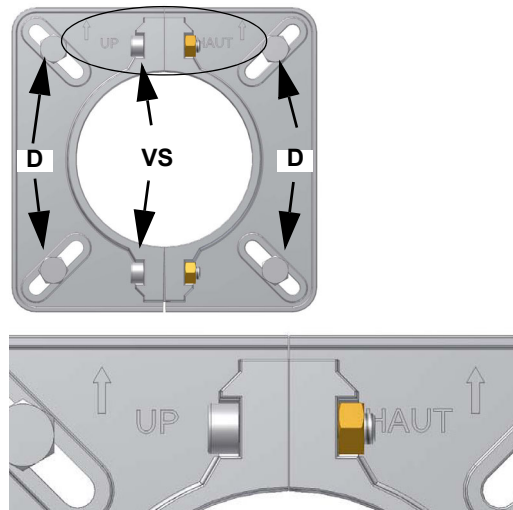

Fig. 2
- 4 según el dibujo referido en la Fig. 2, fijar la brida a los tornillos de unión a la caldera con las tuercas **D**, sin apretarlas completamente